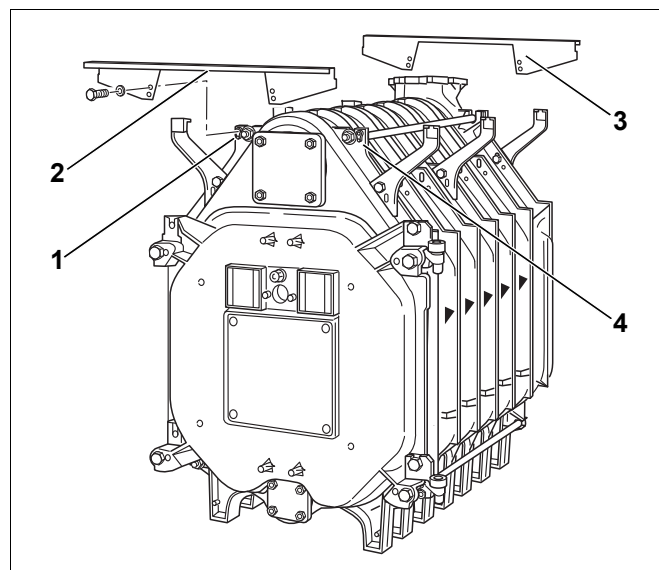

Рис. 37 Установка поперечных траверс
- ▶ Установить поперечную траверсу (рис. 37, [2]) спереди сверху на литом выступе (рис. 37, [1] и [4]) и заверните болты (M8 x 16) рукой. Отбортовка передней траверсы должна быть направлена вперед.
- ▶ Установите поперечную траверсу (рис. 37, [3]) вверху сзади на литом выступе и закрепите болтами (M8 x 16). Отбортовка задней траверсы должна быть направлена назад.